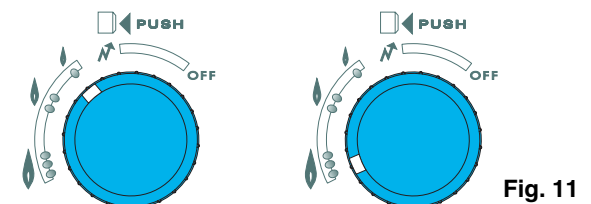

Fig. 11
- Ce chauffe-bain, à variation automatique de puissance, est équipé d'un système permettant à l'utilisateur d'en limiter la puissance maximum. Pour ce, tourner le bouton de réglage **(23)** entre les repères "0" à "1" (fig. 11).